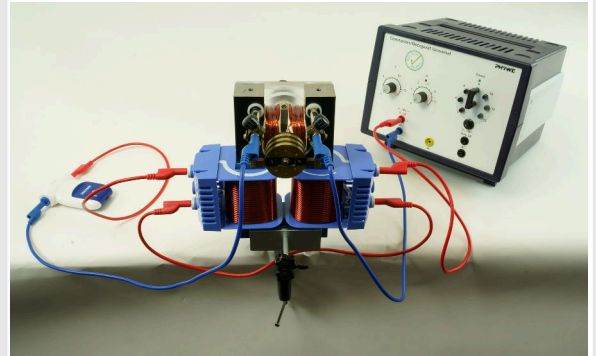

Fig. 2
- Complétez l'installation conformément aux Fig. 2 et Fig. 3.